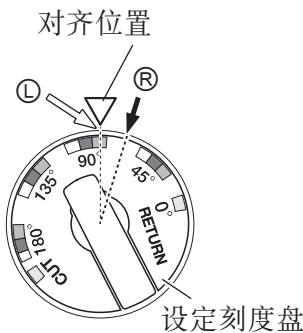
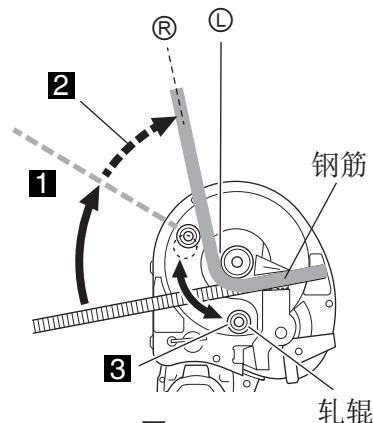

图 42
图 43
- (1) 将设置刻度盘设置为期望角度 ① 更大的角度 ② (图 42)
- (2) 设置钢筋并松开开关锁 (见第 18 页的“1. 开关操作”)
- (3) 按所需角度拉动开关至角度 ② 并松开 (图 43 **1**)
(图 43 **2**) (图 45)
(5) 当钢筋弯曲到所需角度时，继续以反向旋转模式拉动开关，直到滚轮返回其原始位置。(图 43 **3**)